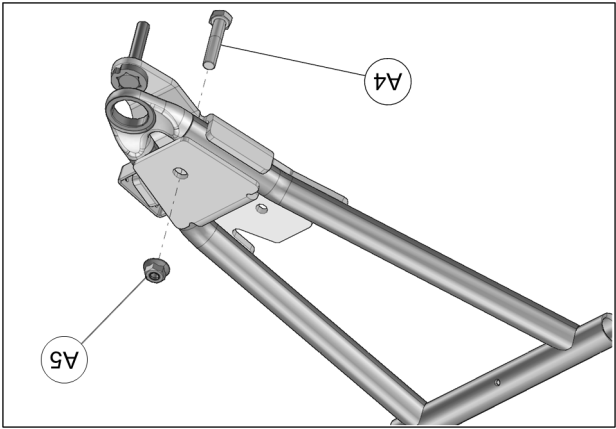

Fig. 17
6. Insérer les boulons M10x50mm (A4) par le dessous de l'ancrage. Assembler les deux parties avec les écrous (A5) fournis. Serrer l'assemblage à un couple de 50 N•m [37 lb•pi]. Voir la Fig. 17